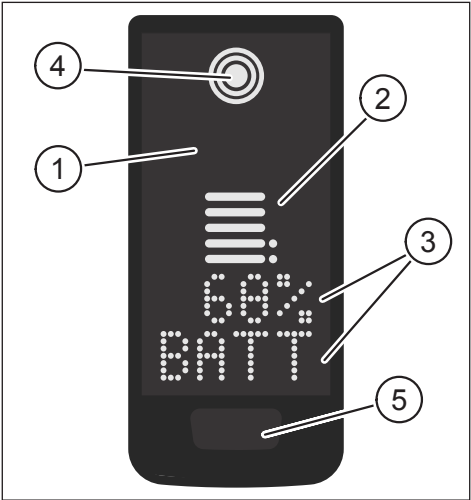
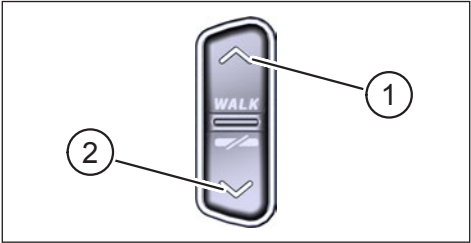

Fig. 1: Funcionamiento y componentes de indicación en el Display
Fig. 2: Funcionamiento en el Remote
Pos. en Fig. 1	Descripción
Pos. en Fig. 2	Descripción
- ▶ Mantenga pulsado el botón en el Display (Pos. 5 en Fig. 1) y el botón ABAJO en el Remote (Pos. 2 en Fig. 2) durante al menos 5 segundos.
- Con una doble pulsación de sobre el botón de la Display (Pos. 5 en Fig. 1) se pasa a la siguiente vista de la pantalla.
- Pulse el botón ABAJO en el mando Remote (Pos. 2 en Fig. 2).
- Pulse el botón en el mando Display (Pos. 5 en Fig. 1).